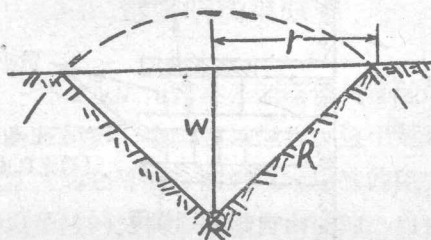

图 13. 爆破漏斗
4. 爆破漏斗 如果炸药包置于岩石中不深处爆破时, 爆破的岩石向自由面的方向抛掷, 自由面爆破成一个圆圈形状, 愈向深度, 爆破的圆圈愈小, 形成一个漏斗的形状, 叫做爆破漏斗 (图13)。